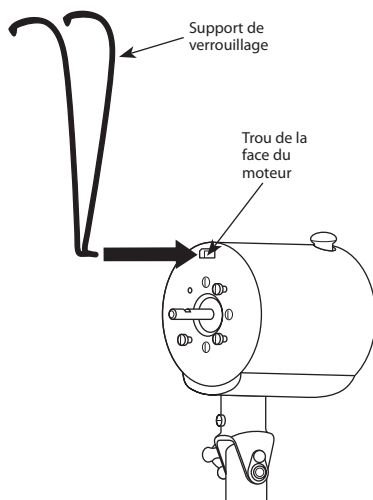

FIGURE 6
16. Installer le dispositif de verrouillage comme le montre la Figure 6. NOTE : NE PAS retirer la barrière de caoutchouc du trou de la face du moteur. Introduire le bas du dispositif de verrouillage dans l'ouverture protégée par la barrière de caoutchouc.